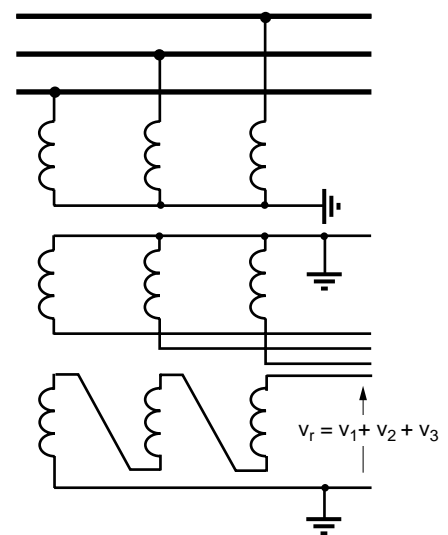

fig. 7 : mesure de la tension résiduelle avec TP à deux secondaires.
■ la tension résiduelle est mesurée par trois transformateurs de potentiels (TP) ; fréquemment, ce sont les TP à deux secondaires qui sont utilisés (cf. fig. 7) : le premier, câblé en étoile, permet la mesure des tensions simples et composées ; le second, câblé en triangle ouvert, permet la mesure de la tension résiduelle.